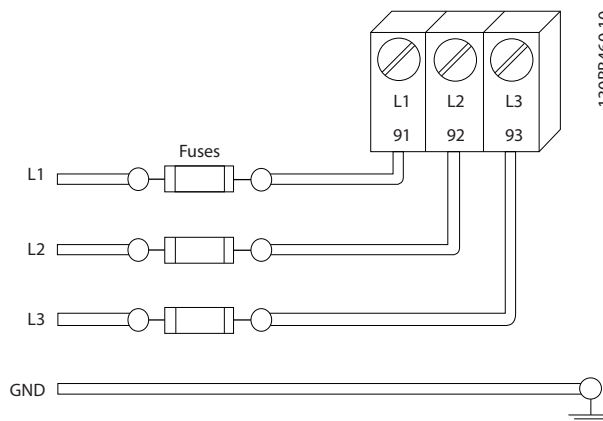

図 2.6 周波数変換器フェーズ
- すべての周波数変換器は短絡および過剰電流保護を備えている必要があります。入力フェーズが保護のために必要です。図2.6を参照してください。工場で装備されない場合、フェーズはインストレーションの一部として設置業者